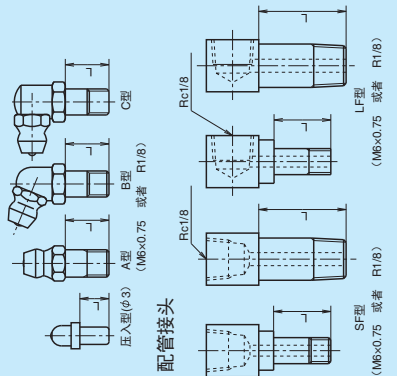

图 12 润滑油注入嘴与专用配管接头
(1) 润滑油零件的种类
润滑油注入嘴和专用配管接头, 如图 12、表 10 所示。根据双密封、护板、NSK K1 的片数增加等及防尘零件, 备有颈长 (L) 不同的润滑油零件。可将满足用户要求的防尘型号的润滑油零件组件交货。